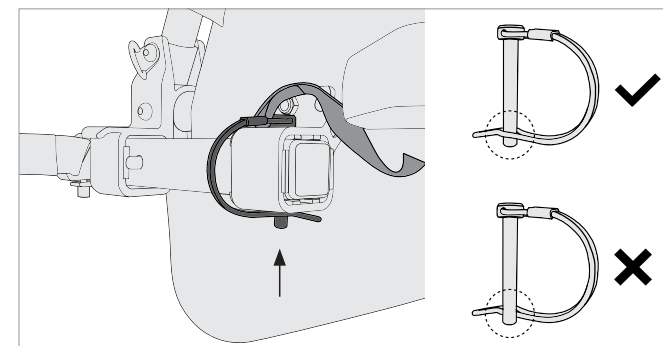

Figure 10
3. Vérifiez que la tige de retenue est bien fermée, comme illustré (Figure 10).